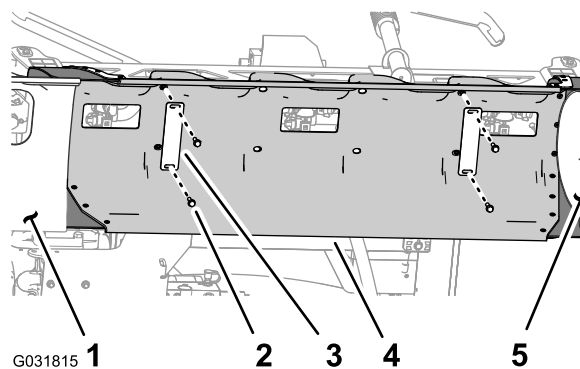

Рисунок 25
1. Удерживая кожух средней секции (с 11 соплами), удалите 4 болта с фланцевыми головками (5/16 x 1-1/4 дюйма) и два хомута, которые крепят кожух к опорному кронштейну (Рисунок 25).